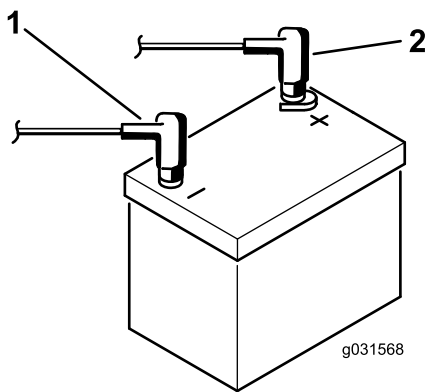

Figura 4
8. Coloque o cabo positivo (vermelho) no terminal positivo (+) e o cabo negativo (preto) no terminal negativo (-) da bateria e fixe-os com os parafusos e as porcas (Figura 4).